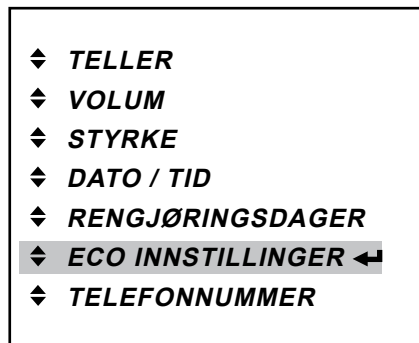

Fig. 38
- Trykk enterknappen ◀ for å gå til «ECO INNSTILLINGER»-menyen. (Fig. 38)